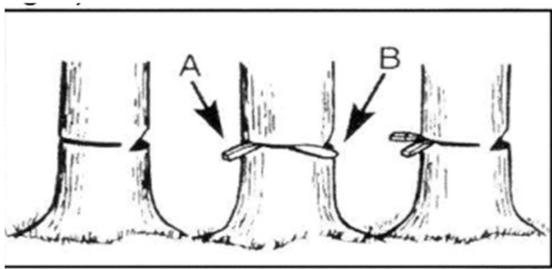

Fig. 8
1. Usare cunei in legno o in plastica (A) per evitare una forzatura della barra o della catena (B) durante il taglio (Fig. 8).